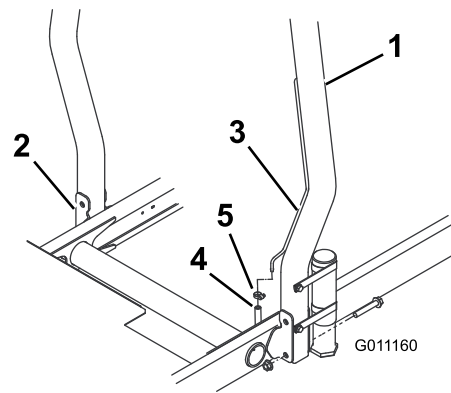

Figura 12
1. Baje la barra anti-vuelco sobre los soportes de montaje de la unidad de tracción, alineando los taladros de montaje. Asegúrese de que el tubo de ventilación de la barra anti-vuelco está en el lado izquierdo de la máquina (Figura 12).
2. Fije cada lado de la barra anti-vuelco a los soportes de montaje con 2 pernos y contratuercas (Figura 12). Apriete las fijaciones a 81 N·m.